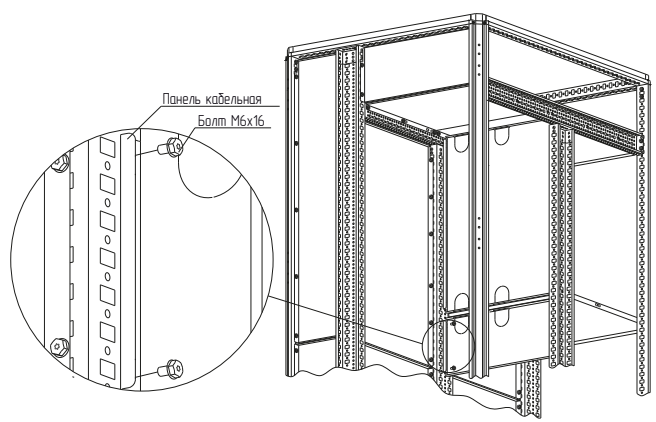

Рисунок 2
– вариант 2. Установить панель кабельную на нужной высоте (рисунок 2) и закрепить на стойках каркаса болтами самонарезающими М6×16. Момент затяжки – 7 Н·м. Болты приобрести отдельно.